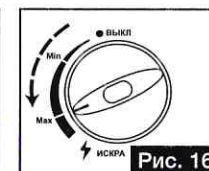

Рис. 16
- Повернуть регулятор силы горения до положения «МАХ» для удаления остатков газа из редуктора (Рис. 16).